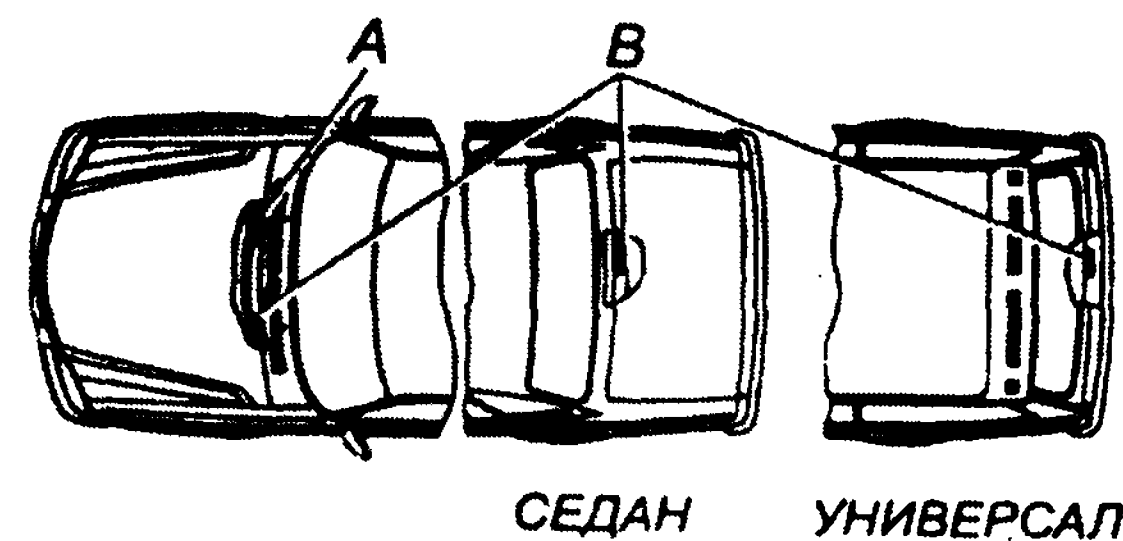

Рис. 1.1. А — место нанесения идентификационного номера кузова; В — место нанесения идентификационного номера автомобилей
- на верхнем фланце щитка передка с левой стороны по ходу движения автомобиля (см. рис. 1.1, В);
- на верхней панели задка с правой стороны (для автомобилей с кузовом «седан») или на панели задка с правой стороны (для автомобилей с кузовом «универсал») (см. рис. 1.1, В).
Идентификационный номер кузова автомобилей наносится на верхнем фланце щитка передка с правой стороны по ходу движения автомобиля (см. рис. 1.1, А).